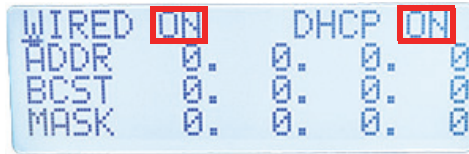

Figura 4-3 Menu DHCP
3. Para configurar rapidamente o protocolo, use os botões de seta para configurar **DHCP** como **ON** (veja Figura 4-3 na página 54). Caso contrário, altere os parâmetros do DHCP usando os botões de seta.